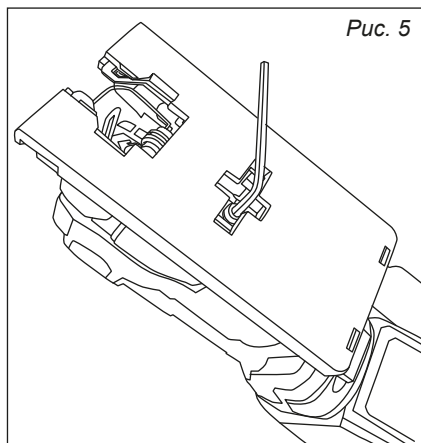

Рис. 5
- с помощью шестигранного ключа ослабьте винты крепления подошвы (рис. 5);